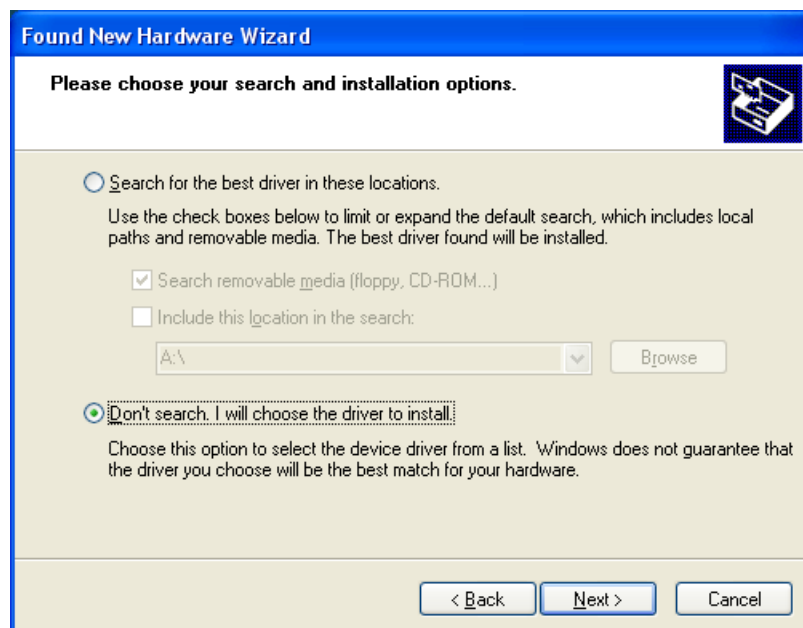

Рис. 1-9 Выбор варианта поиска и установки
- 3) Диалоговое окно, как на рис. 1-9 появится всплывающее окно. Выберите «Не искать, я сам выберу драйвер для установки.высокий», и нажмите [Далее], чтобы продолжить.